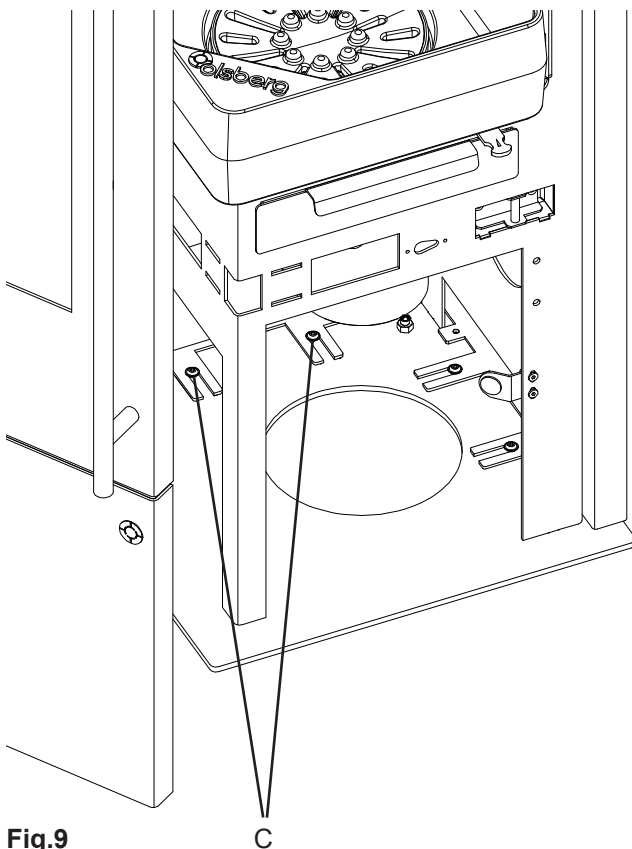

Fig.9
- Bevestigingsschroef (C) onder op het apparaat oplossen (max. 2 omwentelingen, zie Fig.9).